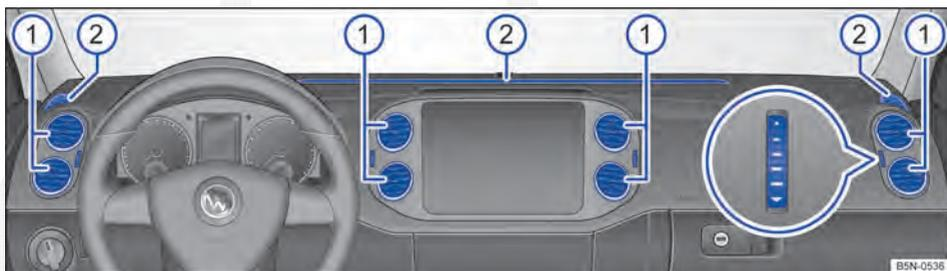

Fig. 180 No painel de instrumentos: difusores de ar.
Para que uma potência de aquecimento, uma refrigeração e uma entrada de ar suficientes sejam atingidas no interior do veículo, os difusores de ar ⇒ Fig. 180 ① devem permanecer abertos.